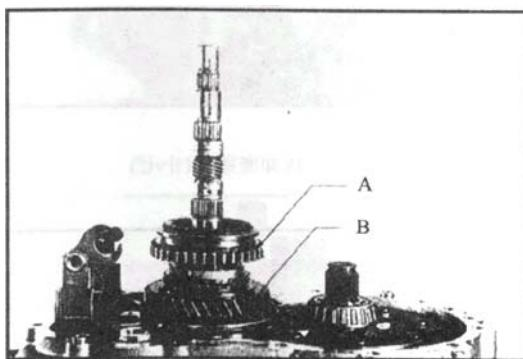

图 4-33 安装变速器 (二)
(2) 安装一、二档同步器时，有齿的一侧 A 朝向一档从动齿轮 B，如图 4-33 所示。